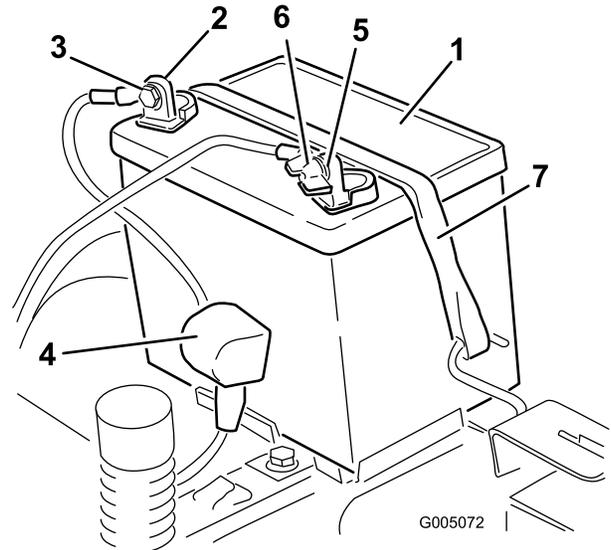

Bild 30
4. Klemmen Sie das Minuskabel (schwarz) vom Batteriepol ab (Bild 30). Bewahren Sie alle Befestigungen auf.
5. Schieben Sie die Gummiabdeckung am Pluskabel (rot) nach oben. Klemmen Sie das Pluskabel (Rot) vom Batteriepol ab (Bild 30). Bewahren Sie alle Befestigungen auf.
6. Nehmen Sie die Batterieklemme ab (Bild 30) und heben Sie die Batterie aus dem Ständer heraus.
1. Legen Sie die Batterie in den Ständer, wobei die Klemmen zur Betriebsstellung weisen (Bild 30).
5. Befestigen Sie die Batterie mit der Befestigung (Bild 30).